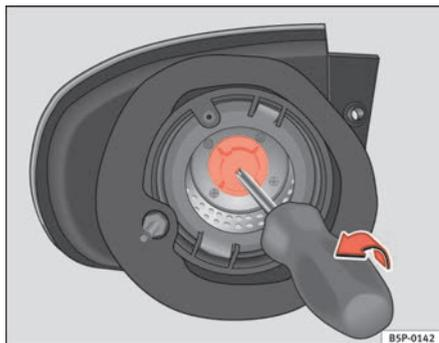

Fig. 193 Indicatore di direzione
- Estrarre il portalampe dell'indicatore di direzione con l'aiuto di un cacciavite seguendo il senso della freccia (si veda ⇒ fig. 193).